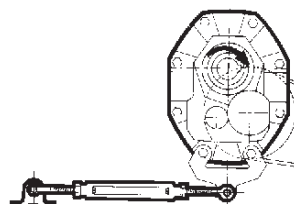

fig. 5a
- zone A pour rotation de sens horaire (fig. 5a).